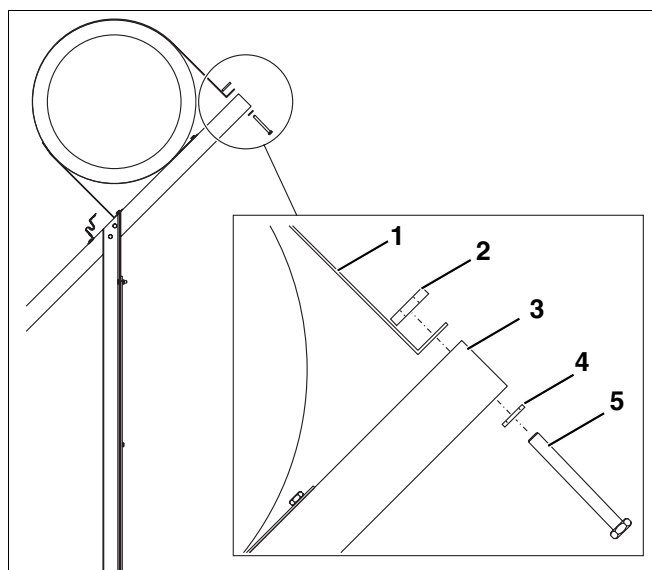

Fig. 12 Fijación de la cinta de sujeción
- ▶ Atornille la cinta de sujeción (fig. 12, **pos. 1**) al apoyo de 45° (fig. 12, **pos. 3**) con el tornillo M8 x 200 (fig. 12, **pos. 5**), la arandela (fig. 12, **pos. 4**) y la placa roscada (fig. 12, **pos. 2**).
- ▶ Introduzca el tornillo M8 x 200 (fig. 12, **pos. 5**) desde abajo (no desde arriba) en el apoyo y en la cinta de sujeción.
- ▶ Apriete el tornillo (fig. 12, **pos. 5**) hasta que la cinta de sujeción quede totalmente pegada al colector, pero sin que lo deforme.